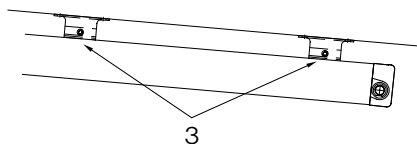

Abb. 37: Klemmschrauben Führungsschienehalter
- » Stimmt die Diagonale/Breite nicht, lockern Sie die Schraube (3 – Abb. 37) und verschieben Sie die Markise auf das richtige Maß. Ziehen Sie die Schrauben dann wieder fest.